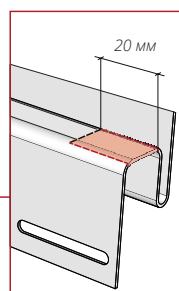

Рисунок 52
- 15.7** Согласно рис. 52 отмерьте и разметьте от торца околооконки расстояние 20 мм по центру ребер. Сделайте резы, используя ножницы.